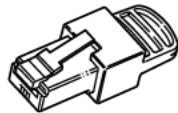

Figura 2-12 Terminadores de red
- Terminadores de red (Figura 2-12): la red Xanbus debe tener las terminaciones correctas en cada extremo para garantizar la calidad de la señal de comunicación. Los terminadores de red se insertan en los puertos de red de los dispositivos Xanbus. Tanto el XW SCC como otros dispositivos Xanbus se suministran con un terminador ya instalado. Dependiendo de la disposición de la red, es posible que sea necesario extraer el terminador e insertarlo en otro dispositivo.